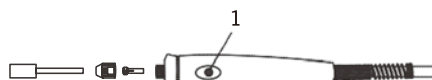

Figure 5
Pour verrouiller l'arbre en place lorsque vous desserrez ou en serrez l'écrou de la douille de serrage, appuyez sur le bouton de verrouillage de la broche (1) et faites tourner l'écrou jusqu'à ce que le bouton de verrouillage immobilise l'arbre (figure 5). Utilisez la clé pour douille de serrage pour desserrer ou serrer l'écrou.